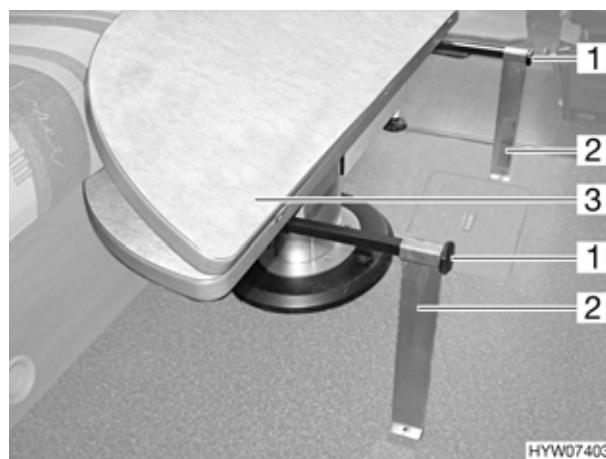

Fig. 69 Trasformazione in struttura di supporto letto
- Estrarre interamente le guide di appoggio (Fig. 69,1) fino all'arresto.
- Rimuovere i puntelli di metallo (Fig. 69,2) dai supporti dei sedili facendoli scivolare sulle guide di appoggio (Fig. 69).
- Estendere la metà superiore del piano del tavolo (Fig. 69,3) e collocarla sulle guide di appoggio.
- Sfilare i puntelli di metallo (Fig. 69,2) e stivarli nei supporti dei sedili.
- Inserire completamente le guide di appoggio (Fig. 69,1).